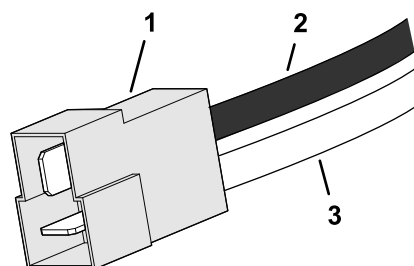

Bild 10
6. Stecken Sie die rote Kabelklemme und die schwarze Kabelklemme in das Steckergehäuse, wie in Bild 10 abgebildet.